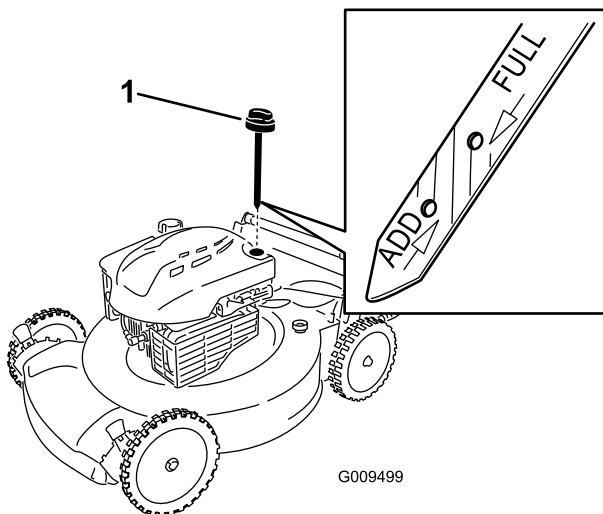

Figura 11
5. Rimuovete l'asta di livello e controllate il livello dell'olio sulla stessa; vedere Figura 11.
2. Togliete l'asta di livello (Figura 11).